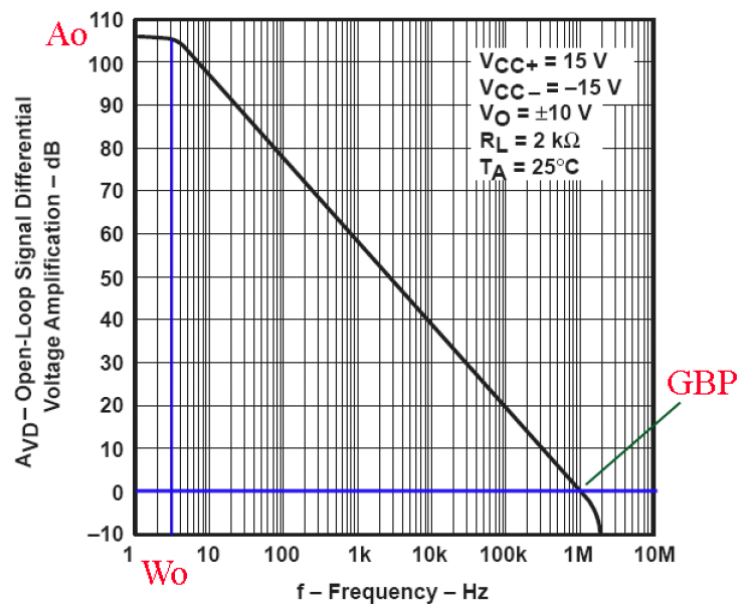

Figura 2: Curva de ganancia vs frecuencia.
- **Comportamento frecuencial limitado:** todos os dispositivos reais posúen limitacións frecuenciais, e os AOPs non son unha excepción. A maior parte dos AOPs son dispositivos de polo dominante, cuxo comportamento se pode describir mediante (Figura 2):